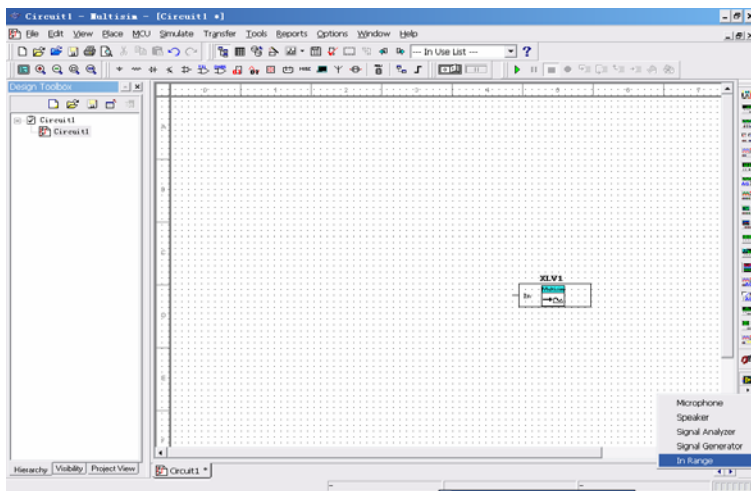

图 6-45 Multisim10 仪器栏中 Labview 的 In Range 仪器
4) 从 Multisim10 仪器栏中选择自定义仪器“In Range”，移动到桌面上如图 6-45 所示。